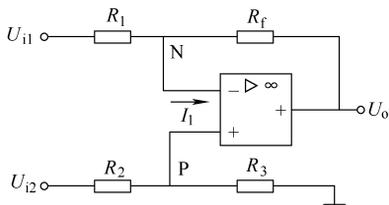

图 3-5
7. 如图 3-5 所示是一个由集成运算组成的差动放大器, 试写出输出电压 U_o 与输入电压 U_{i1} 、 U_{i2} 之间的关系式, 并举例分析。